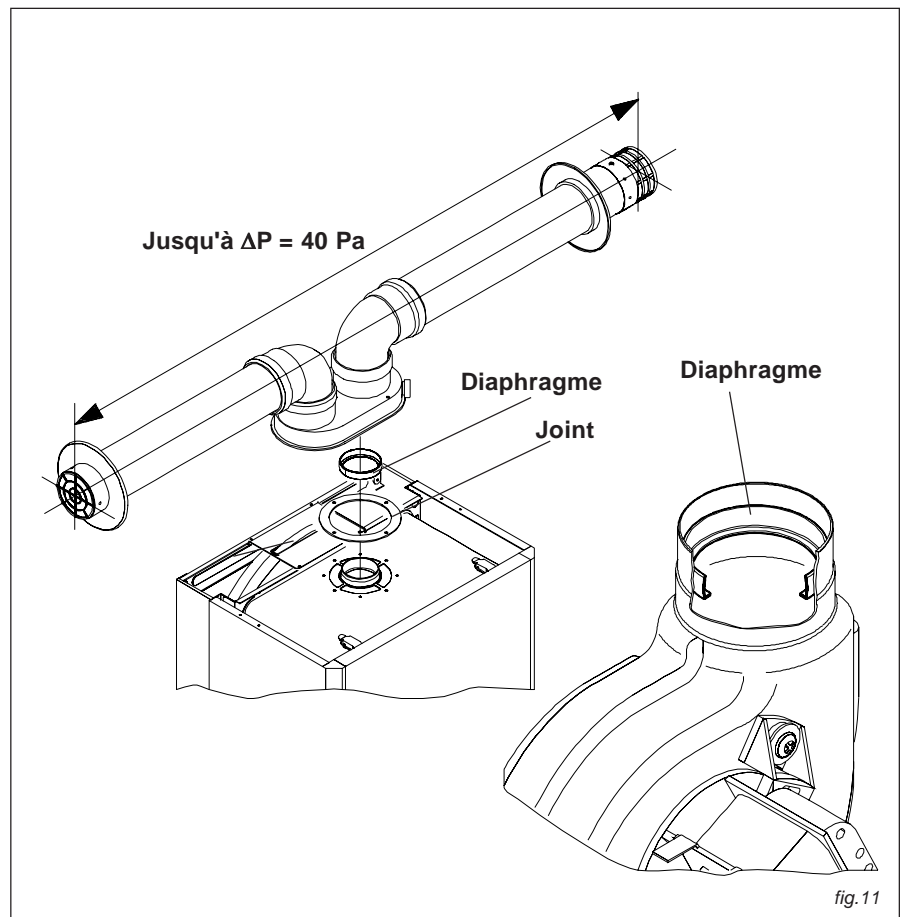

fig.11
**NB:** La perte de charge maximale admissible au niveau des conduits séparés est de 80 Pa. Jusqu'à une perte de charge de 40 Pa, il faut installer le diaphragme, fourni de série dans l'emballage de la chaudière, entre la chambre étanche et l'adaptateur (voir fig. 11).